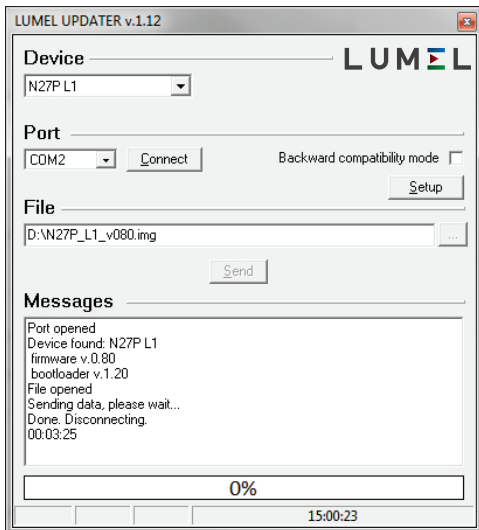

Abb. 12. Update-Vorgang
Im Feld *N27P – configuration* sollen die Parameter abgelesen und für spätere Wiederherstellung in Datei gespeichert werden. Nachdem vom Menü die Option *Updating of devices firmware (Softwareaktualisierung von Geräten)* gewählt wird, wird das Fenster *Lumel Updater (LU)* – Abb.12. gestartet. Es soll dann *Connect (Verbinden)* gedrückt werden. Im Informationsfenster *Messages* werden Informationen zum Verlauf der Aktualisierung angezeigt. Bei korrekt geöffnetem Anschluss wird *Port opened* angezeigt. Auf dem Display des Messgeräts zeigt sich UPDATE Meldung und der Fortschrittsbalken. Nach korrekter Erkennung des Messgeräts zeigt das LU Programm die Software- und Bootloaderversion. Es soll dann die Taste [...] gedrückt und die Aktualisierungsdatei des Messgerätes gewählt werden. Wenn die Datei korrekt geöffnet wird, wird die Information *File opened* angezeigt. Dann soll die Taste *Send* gedrückt werden. Bei der Aktualisierung wird der Fortschrittsbalken auf dem Gerätedisplay und im LU Programm gezeigt. Nach erfolgreich abgeschlossener Aktualisierung das Messgerät startet neu, wiederherstellt die Werkeinstellungen und geht in den Normalbetrieb über, wobei im Informationsfenster des LU Programms *Done* und die Zeitdauer der Aktualisierung angezeigt wird. Im nächsten Schritt können die vorher gespeicherte Einstellungen wiederhergestellt werden.